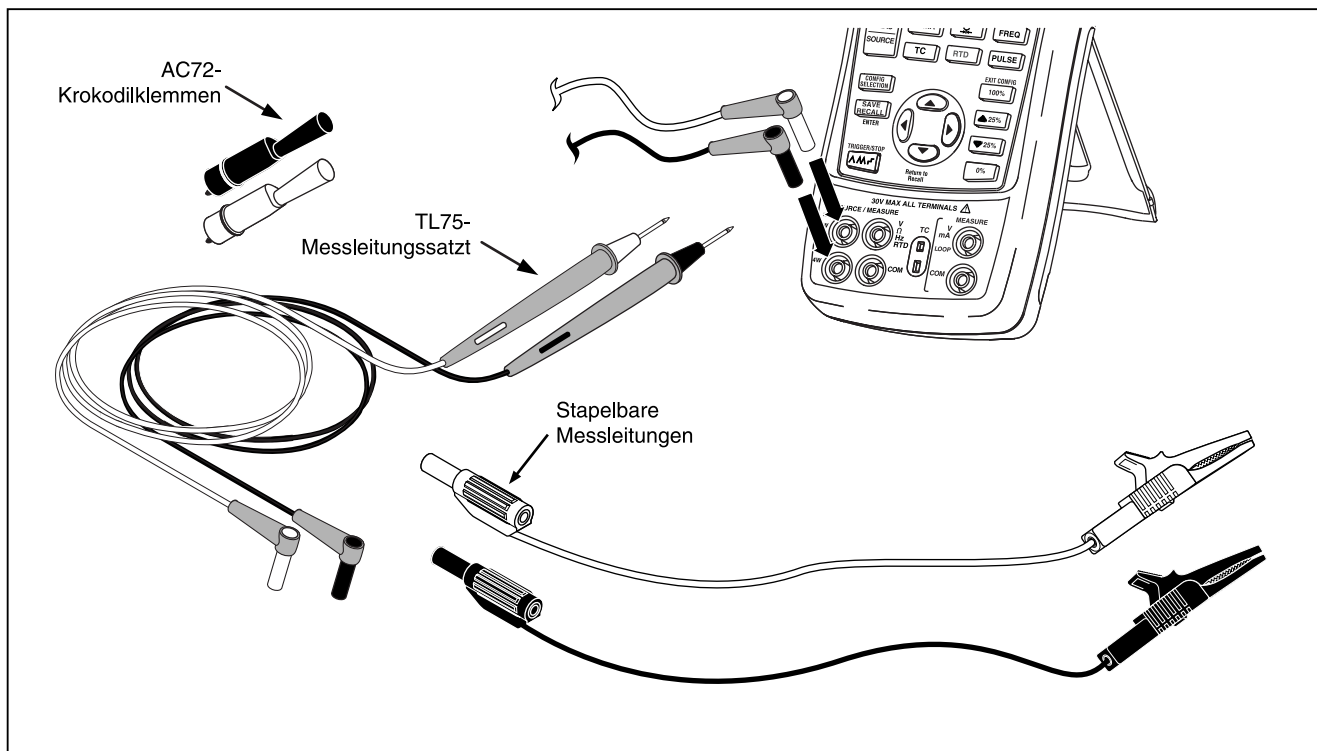

Abbildung 1. Standardausrüstung
Falls der Kalibrator beschädigt ist oder Teile fehlen, bitte sofort die Kaufstelle informieren. Für die Bestellung von Ersatzteilen siehe Tabelle 8. Die nachfolgend aufgeführten und in der Abbildung 1 dargestellten Teile gehören zum Lieferumfang des Kalibrators.
- *726 Produktübersicht* (nicht abgebildet in Abbildung 1)
- *725/726 CD-ROM* (enthält Bedienungshandbuch; nicht abgebildet in Abbildung 1)